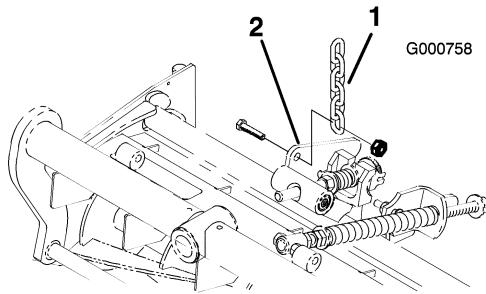

Figura 6
12. Retire la tuerca que fija el soporte del muelle de compensación del césped a la pletina de estabilización de la unidad de corte (Figura 6). Enganche la cadena de elevación en el tornillo de caperuza y fíjela con la tuerca que se retiró.